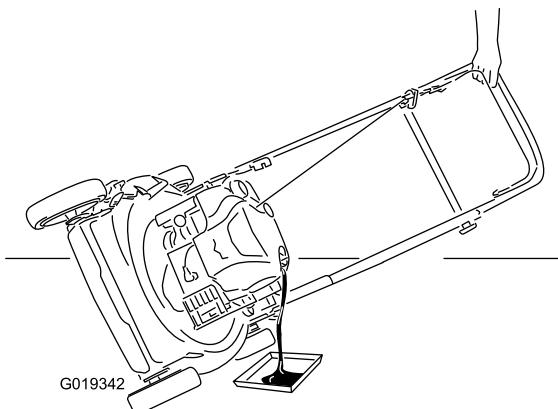

Figura 43
- Coloque la máquina de lado con la varilla de aceite hacia abajo para drenar el aceite usado a través del tubo de llenado al recipiente (Figura 43).